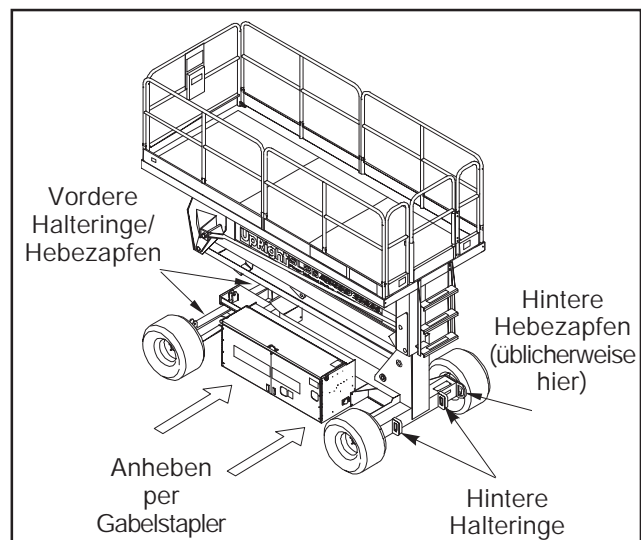

Bild 5: Transport der Gelenk-Hubbühne
Heben Sie die Maschine von der Seite des Fahrwerks, indem Sie sie mit der Gabel unter den Fahrwerkmodulen anheben (Bild 5)
Sichern Sie die Haltebänder nur an den Fahrwerk-Hebezapfen (Bild 5).
2. Befestigen Sie die Gelenk-Hubbühne mit Ketten oder Haltebändern mit angemessener Zugleistung an dem Transportfahrzeug, indem Sie sie durch die Halteringe am Fahrzeug ziehen (Bild 5).